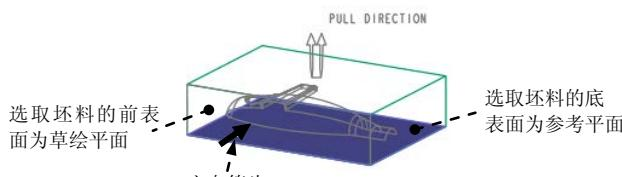

图 8.20 定义草绘平面
(1) 单击 **分型面** 功能选项卡 **形状** ▾ 区域中的“拉伸”按钮 ，按下操控板中的“曲面类型”按钮 。此时系统弹出“拉伸”操控板。
(2) 定义草绘截面放置属性。右击，从系统弹出的快捷菜单中选择 **定义内部草绘...** 命令；在系统 的提示下，选取图 8.20 所示的坯料前表面为草绘平面，接受图 8.20 中默认的箭头方向为草绘视图方向，然后选取图 8.20 所示的坯料底表面为参考平面，方向为 **下**；单击 **草绘** 按钮，至此系统进入截面草绘环境。